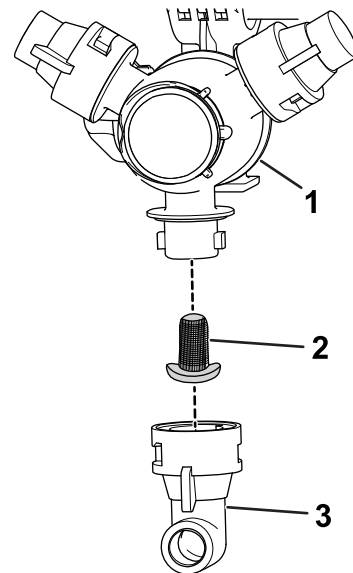

図 115
2. タレットからノズルを外す 図 115。
3. 古いノズルフィルタ 図 115 を外す。
- 新しいノズルフィルタを取り付ける 図 115。
- タレットにノズルを取り付ける 図 115。